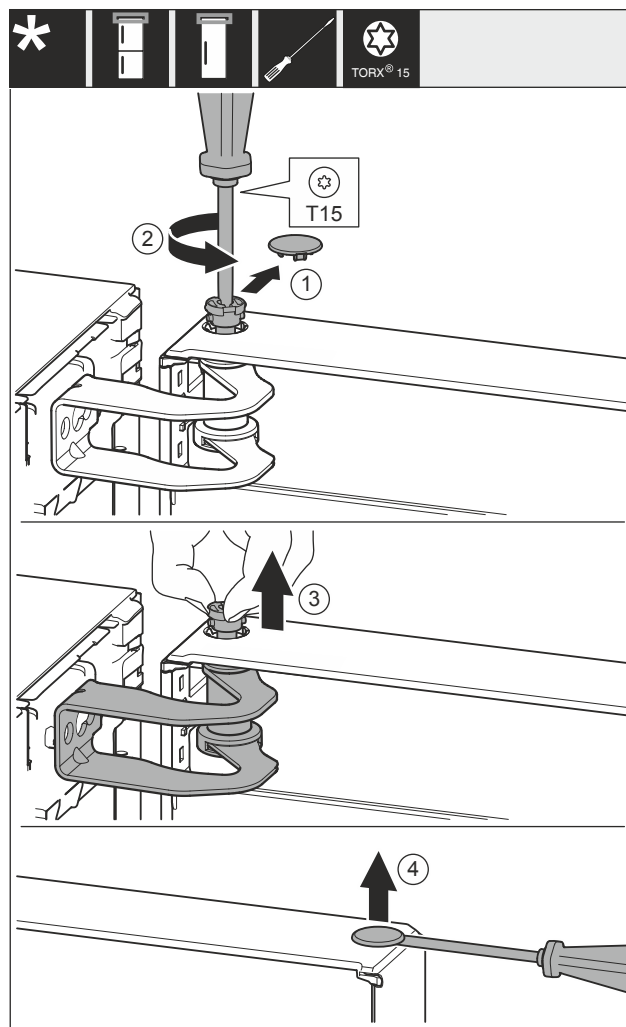

Fig. 17
- Pokrov Fig. 17 (1) previdno odstranite.
- Sornik Fig. 17 (2) nekoliko odvijte z izvijačem.
- Izvalcite sornike Fig. 17 (3) s prsti.
- Pokrov Fig. 17 (4) previdno dvignite z izvijačem in jih odstranite.